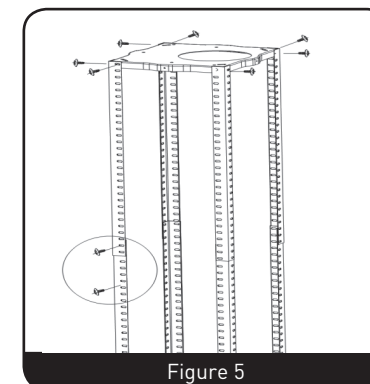

Figure 5
2. Assemblez les barres d'angle sur la plaque de fixation avec 8 vis M5. (Figure 5)
3. Allongez les barres d'angle à la longueur requise, puis fixez-les en position avec 16 vis et écrous M5 et avec les rondelles en métal. (Figure 5)